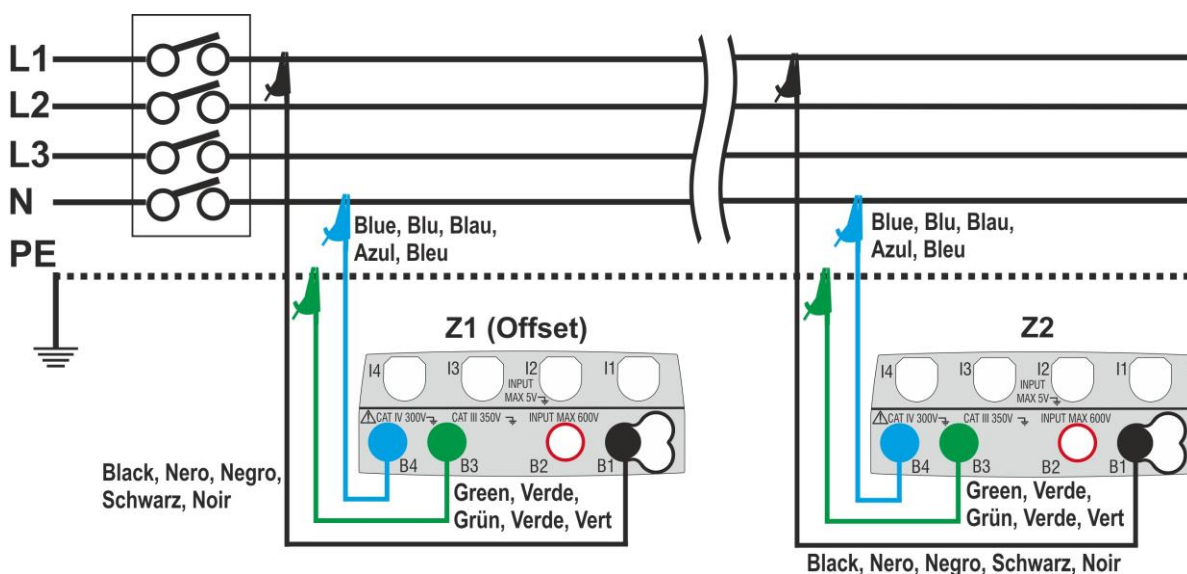

Fig. 33: Ligação instrumento para a medição da queda de tensão pelo método L-N
6. Passar para o ponto 9 nos casos em que o valor de Z1 (Offset) foi inserido manualmente. **Nos casos em que o valor de Z1 (Offset) NÃO foi inserido manualmente** conectar o instrumento no ponto inicial da linha em exame (normalmente a jusante da proteção) de acordo com a Fig. 33 ou Fig. 34 para efetuar a primeira medição da impedância **Z1 (Offset)**. Neste caso, o instrumento efetuará a medição da impedância presente a montante do ponto inicial da linha assumindo-a como referência inicial. No display é apresentado o seguinte ecrã (relativa à medição L-L).
9. Conectar o instrumento no ponto final da linha em exame de acordo com a Fig. 33 ou Fig. 34 de modo a efetuar a medição da impedância no final da linha **Z2**. No display é apresentado o ecrã mostrado ao lado. Notar a presença no display do valor Z1 (Offset) anteriormente medido.